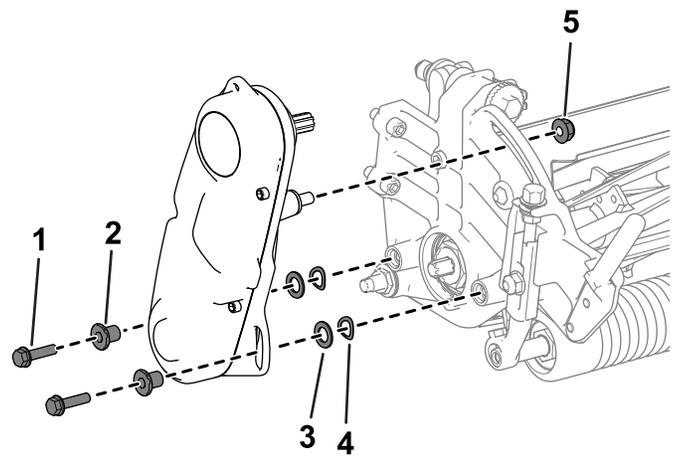

Рисунок 43
2. Снимите детали крепления узла привода барабана к боковой пластине (Рисунок 43).
3. Снимите привод барабана в сборе, плоские шайбы, пружинные шайбы и проставки с боковой пластины (Рисунок 43).